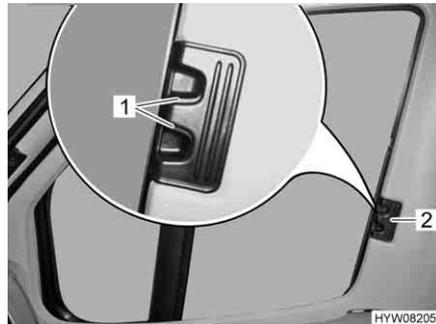

Fig. 66 Tendina oscurante pieghevole per il finestrino del conducente/ passeggero
- Premere le maniglie di sbloccaggio (Fig. 66,1) e mantenerle premute.
- Con la levetta (Fig. 66,2) tirare le tendine oscuranti pieghevoli per il finestrino del guidatore e del passeggero verso l'altro lato della finestra e congiungerle alle strisce magnetiche.
- Inserire fino all'arresto le tendine oscuranti pieghevoli per il finestrino del guidatore e del passeggero per la maniglia (Fig. 66,2).
- Rilasciare le maniglie di sbloccaggio (Fig. 66,1) e mantenerle innestate.